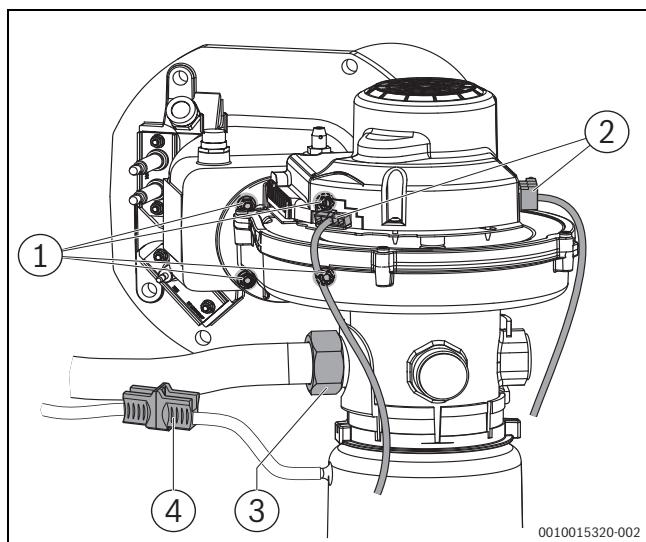

Bild 62 Elektrische Anschlüsse, Gebläse ausbauen (Kesselgröße 75-150 kW [bis V03])
- Elektrische Anschlüsse am Gebläse lösen (→ Bild 62, 63 bzw. 64).
- Steckverbinder trennen (→ Bild 62)
- Überwurfmutter am Venturi lösen (→ Bild 62 und 63, [3]).
- 4 Sechskant-Muttern am Gemischkrümmer entfernen (→ Bild 62 und 63).